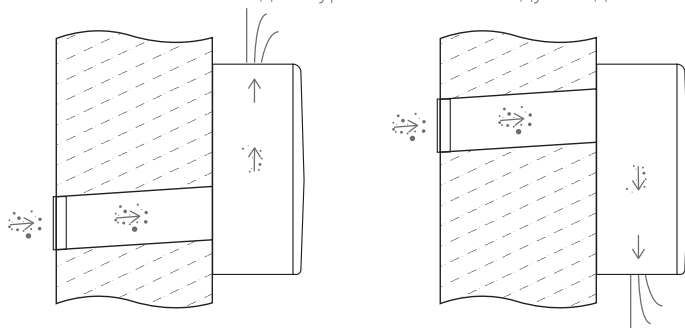

Рисунок 4.1 – Варианты размещения бризера
3.15. Устройство может быть размещено в одном из двух положений (рис. 4.1), на усмотрение пользователя: отверстиями для выброса воздуха вверх (рекомендуемое) или вниз.
4.2.1. Выберите вариант размещения устройства (рис. 4.1). Приложите шаблон для монтажа и наметьте место для бурения канала воздуховода.